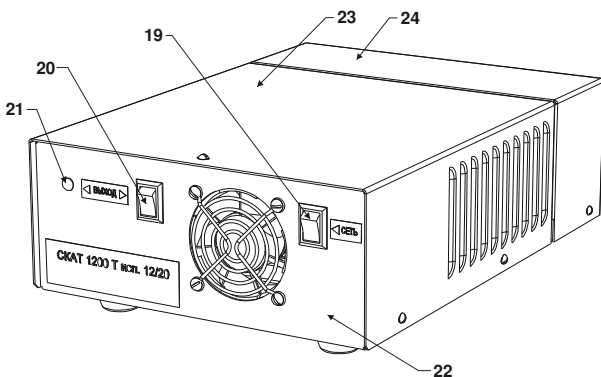

Рис.2
На лицевой панели корпуса размещены элементы управления, индикации и вентиляционное отверстие, закрытое защитной решеткой (рис.2).
- ♦ Подключите сетевые провода и провод заземления, или шнур питания сетевой (входит в комплект поставки) соблюдая фазировку, к соответствующим контактам колодки «Сеть», пропустив их под прижимной планкой (поз.18 рис. 2), предварительно ослабив фиксирующие ее винты не более чем на 4-5 оборотов, после чего затяните винты прижимной планки до обеспечения жесткой фиксации проводов.